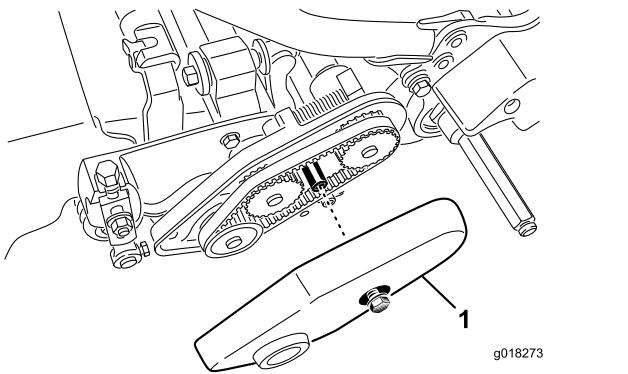

Figura 47
2. Afloje el perno con arandela prensada que fija la cubierta de la correa y retire la cubierta para tener acceso a la correa (Figura 47).